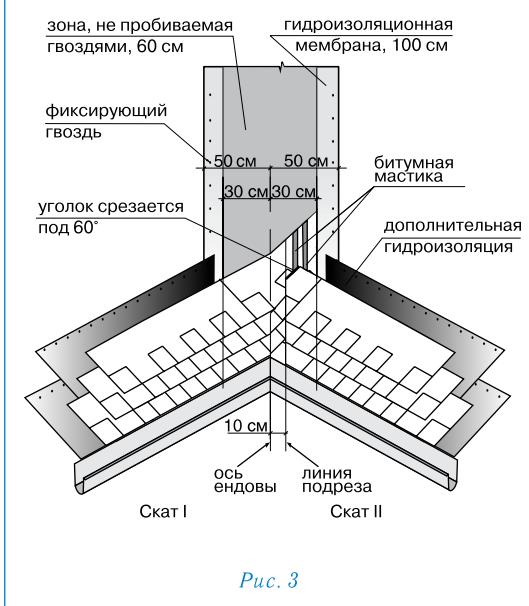

Рис. 3
Ендова (рис. 3)
- лист, подходящий к ендove со ската II, должен доходить до линии подрезки и обрезаться по ней. Верхний уголок обрезанного края листа подрезается под углом 60° (5×3 см – рис. 3);